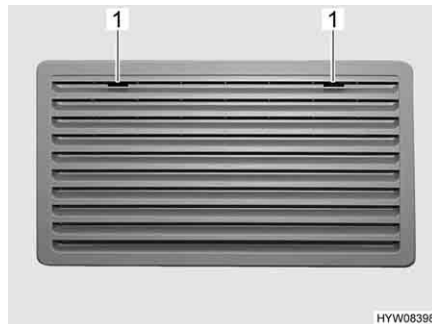
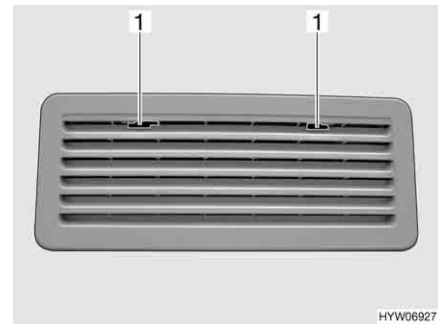

Fig. 222 Griglia di aerazione del frigorifero (Thetford grande)
Fig. 223 Griglia di aerazione del frigorifero (Thetford piccolo)
- Spingere verso il centro l'arresto (Fig. 222,1 o Fig. 223,1).